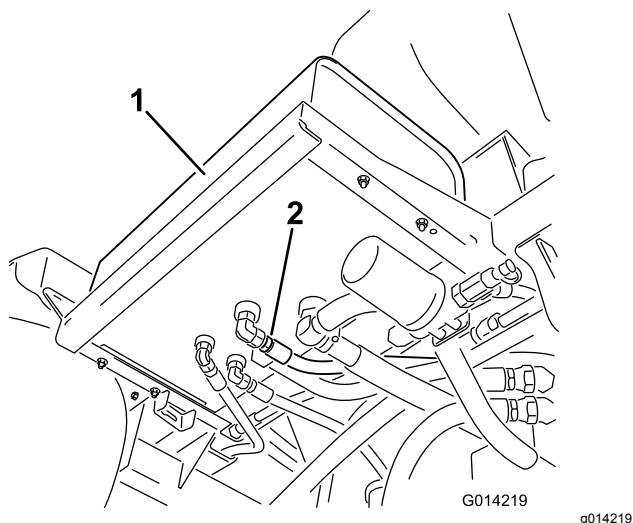

図 96
2. 油圧オイルタンクの底面についている油圧ホースフィッティングの周辺をきれいに拭く 図 96。
4. ホースのフィッティングをタンクから外してオイルを容器に受ける 図 96。